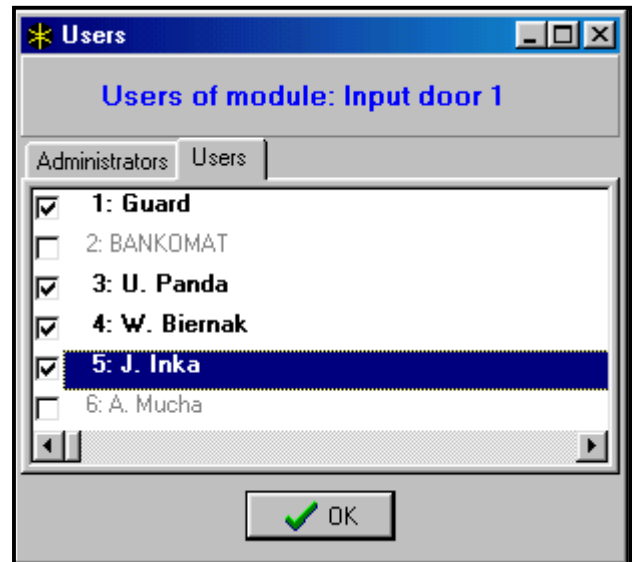

Abbildung 3.
- ◆ **Betreiber-** ein Mausklick in diesem Feld öffnet ein neues Dialogfenster (Abbildung 3), in dem die Liste der Betreiber (Administratoren und einfache Betreiber) festgelegt wird, welche berechtigt sind, die an das jeweilige Modul angeschlossenen Kartenleser zu benutzen. Die Markierung des Feldes neben dem Namen des Betreibers macht es diesem möglich, das Relais mit der Zutrittskarte zu steuern.